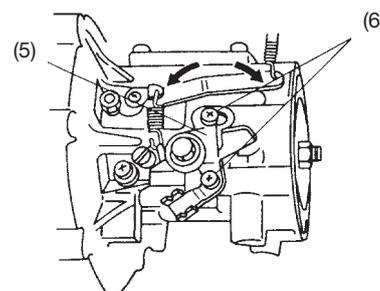

Fig. 12C
- 2) For å justere turtallsregulatorens løsnes skruen (6) som fester regulatorarmenheten (5) til motorhuset, og enheten beveges til venstre eller høyre for å oppnå den maksimale hastigheten på 6500 omdreininger per minutt (bevegelse av regulatorarmenheten til venstre gir høyere turtall, til høyre gir lavere turtall) (Fig 12C)